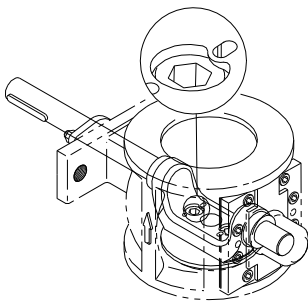

Fig.6-24 Marcas de centragem DN 40-250
5. **DN 40-250:** Travar os parafusos com uma punção central no lado de trás do dispositivo do eixo. É recomendado usar as marcas de centragem existentes para isto (→ Fig.6-24).